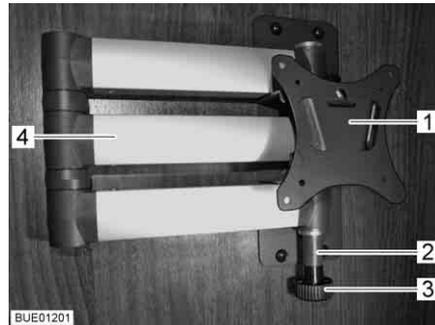

Fig. 55 Soporte con brazo articulado
- Tirar del botón de desbloqueo (Fig. 55,3). El brazo articulado (Fig. 55,4) estará desbloqueado.
- Girar la pantalla plana de regreso a la posición inicial hasta que el soporte (Fig. 55,1) engatille en el bloqueo (Fig. 55,2).